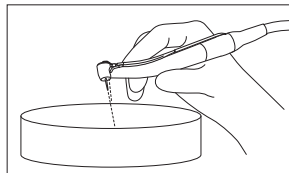

Fig. 12
3) Faites fonctionner la pièce à main tout en faisant couler de l'eau propre au débit maximal dans le tube d'irrigation avec l'embout d'irrigation, du côté fauteuil, pendant au moins 20 secondes afin de purger les fluides présents dans la pièce à main. (Fig. 12) Après l'arrêt complet de la rotation de la pièce à main, touchez la tête de la pièce à main pour confirmer qu'elle NE chauffe PAS anormalement. (Température de l'eau inférieure ou égale à 38°C; la qualité d'eau recommandée est de l'eau potable ou de l'eau de qualité équivalente).